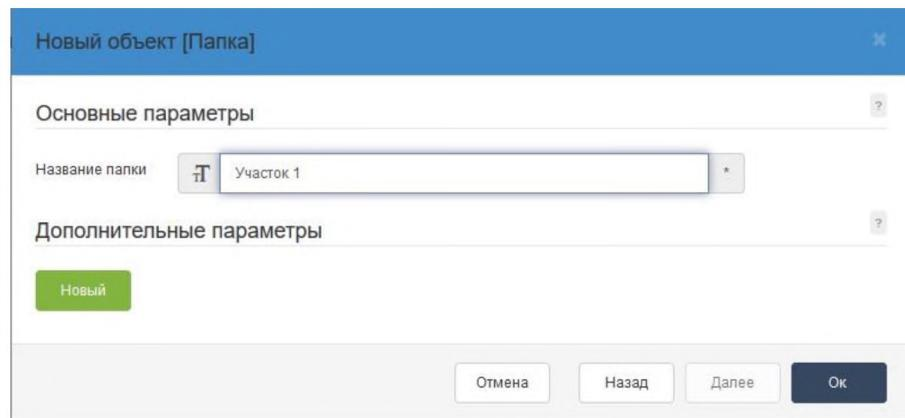

Рисунок 63 – Ввод названия участка
11) Введите название участка и нажмите **OK** (рис. 63).